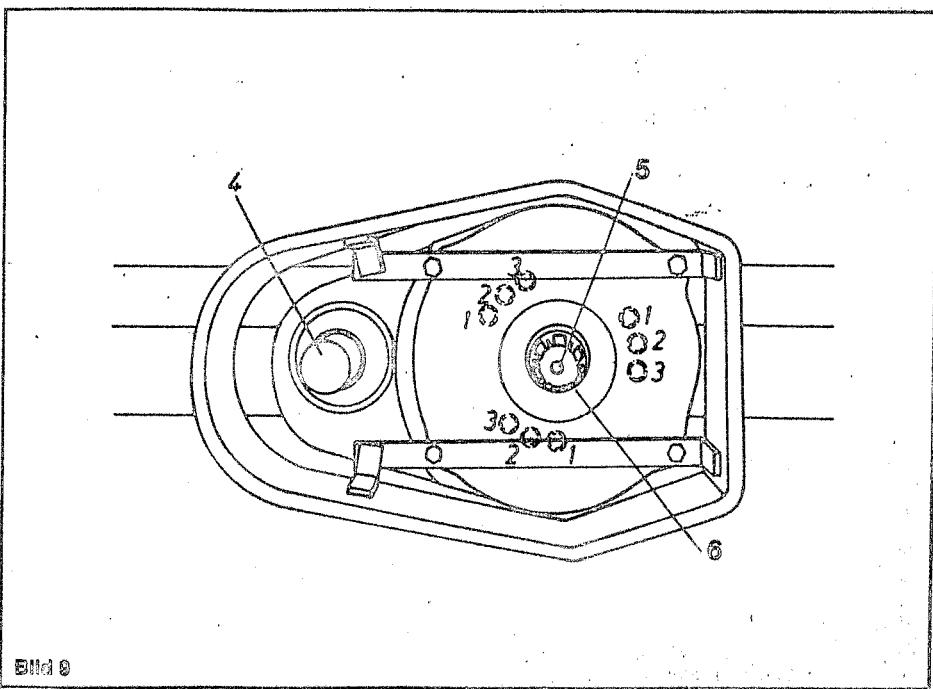

Bild 9
2. Loreiengetriebe mit Schutz (Bild 9) auf die Getriebewelle (Bild 9, Pos.5) aufstecken und mit dem Sicherungsring (Bild 9, Pos.6) sichern.
4. Nicht benutzte Gewindelöcher (Bild 9, Pos.1;2;3) mit Gewindestiften
5. Den Zapfwellenschutz (Bild 9, Pos.4) auf den nicht benutzten Wellen-zapfen des Loereiengetriebes aufstecken.
2. Placer le dispositif pour petits andains (Fig. 9) avec protection sur l'arbre d'entraînement (Fig. 9, rep.5) et le bloquer au moyen de la bague de fixation (Fig. 9, rep 6).
4. Boucher les alésages non-utilisés (Fig. 9, rep. 1, 2 et 3) au moyen d'axes filetés.
5. Mettre la protection de l'arbre de prise de force (Fig. 9, rep.4) sur la partie non-utilisée de l'arbre du dispositif à petits andains.
2. Place the night swaths gearbox with guard (Fig.9) onto the p.t.o.-shaft (Fig. 9, item 5) and lock it using the retaining ring(Fig. 9, item 6).
4. Plug-off threaded bores which are not being used (fig. 9, items 1, 2 and 3) by means of threaded pins.
5. Place the p.t.o. shaft guard (Fig. 9, item 4) onto that shaft pin of the night swaths gearbox, which is not being used.
2. De extra aandrijving met beschermkap (afb. 9) op de aandrijfjas (afb 9, pos.5) steken en met de veiligheidsring (afb. 9, pos.6) beveiligen.
4. Niet gebruikte boutgaten (afb.9, pos. 1,2, 3) met tapbouten afsluiten.
5. De aftakasbeveiliging (afb.9, pos. 4) op de niet gebruikte eindens van de extra aandrijving steken.
2. Skjut på reducerväxellådan (bild 9) på drivaxeln (bild 9 pos 5) och läs med låsringen (bild 9 pos 6).
4. Täck de hål som inte används (bild 9 pos 1,2,3) med gängade pluggar.
5. Sätt på skyddet (bild 9 pos4) på den axeltapp på växellådan som inte används.
2. Cambio riduttore con protezione (fig.9) montare sulla presa di moto (fig.9, ps.5) e bloccare tramite l'anello di sicura (fig.9, pos.6).
4. I fori che non servono chiudere (fig.9, pos.1,2,3) chiudere con perni affilettati.
5. La protezione (fig. 9, pos.4) montare sulla presa di potenza.